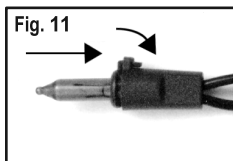

Fig. 11
4. Insérez soigneusement la nouvelle ampoule dans la douille et appuyez sur la serrure de la base jusqu'à ce qu'elle s'enclenche (figure 11).